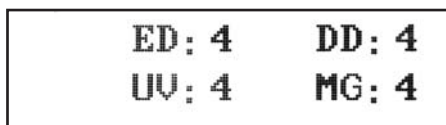

Fig. 9
Ensuite appuyez sur la touche numérique « 1 », l'image suivant s'affiche sur l'écran (voir la Fig. 9).
• Les paramètres recommandés des niveaux de sensibilité correspondent aux valeurs moyennes (voir la Fig. 9).
- Les paramètres de réglage de la compteuse sont les valeurs moyennes identiques pour toutes les devises (voir la Fig. 9).